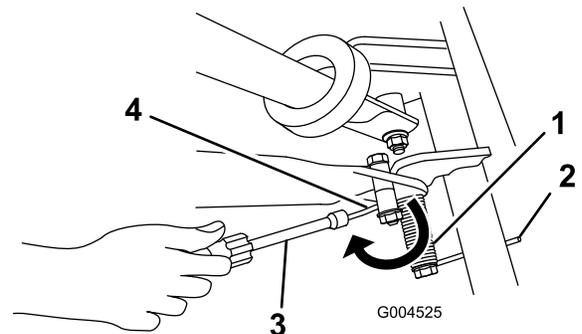

Bild 11
- Setzen Sie eine Mutterbuchse auf das Ende der Feder, das zum Heck zeigt, und schieben Sie das Ende der Feder über und unter das Distanzstück des Ständers (Bild 11).